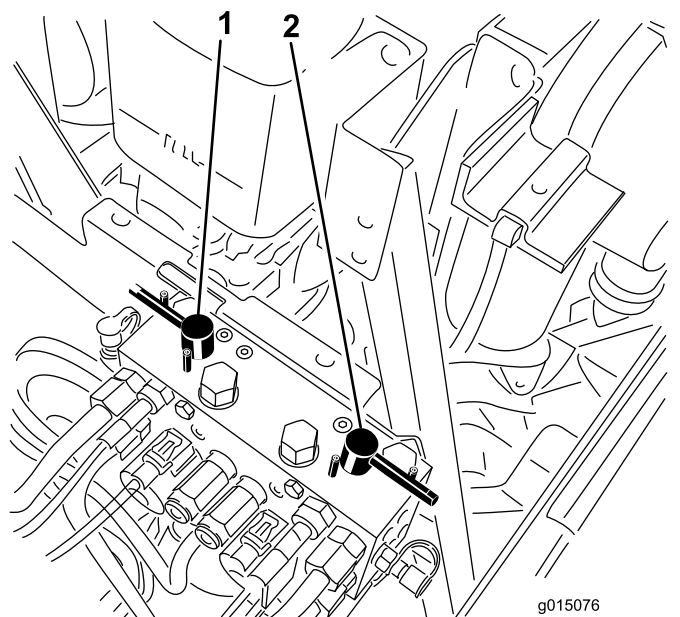

Рисунок 81
4. Выберите передний, задний или оба рычага обратного вращения, чтобы определить, заточку каких режущих блоков необходимо произвести (**Рисунок 81**).